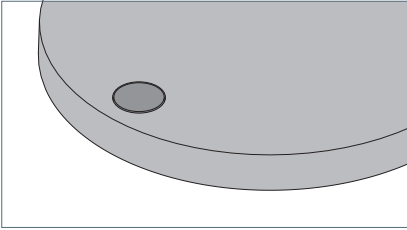

Fig. 3: Taste.
- ▶ Drücken Sie die Taste kurz, siehe Fig. 3.
- ▶ Drücken Sie die Taste und halten Sie die Taste gedrückt, siehe Fig. 3.
- ▶ Drücken Sie die Taste und halten Sie die Taste zehn Sekunden gedrückt, bis die Leuchte beginnt, in regelmäßigen Abständen aufzuleuchten, siehe Fig. 3. Die Leuchte befindet sich im Programmiermodus. Das Aufleuchten zeigt an, nach wie vielen Stunden die Leuchte ausschaltet oder ob die Abschaltautomatik deaktiviert ist.